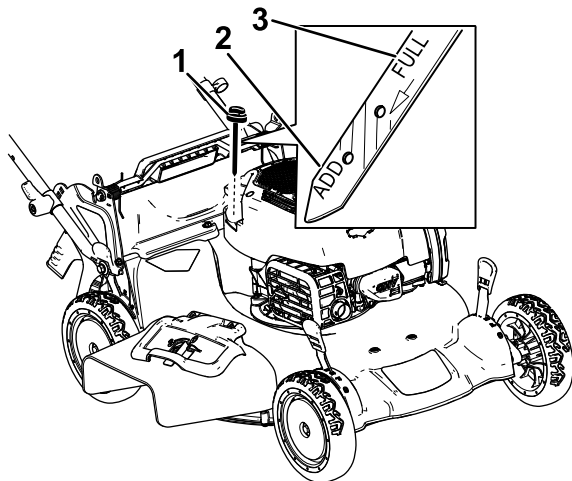

Figura 31
3. Retire la varilla girando el tapón en el sentido contrario a las agujas del reloj y tirando del mismo (Figura 31).
10. Observe el nivel de aceite en la varilla (Figura 31).